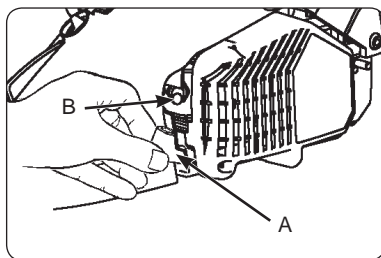

Рис. 21
2. Отсоедините клемму (А) от свечи зажигания (В), одновременно с этим вытягивая ее и сгибая (Рис. 21).